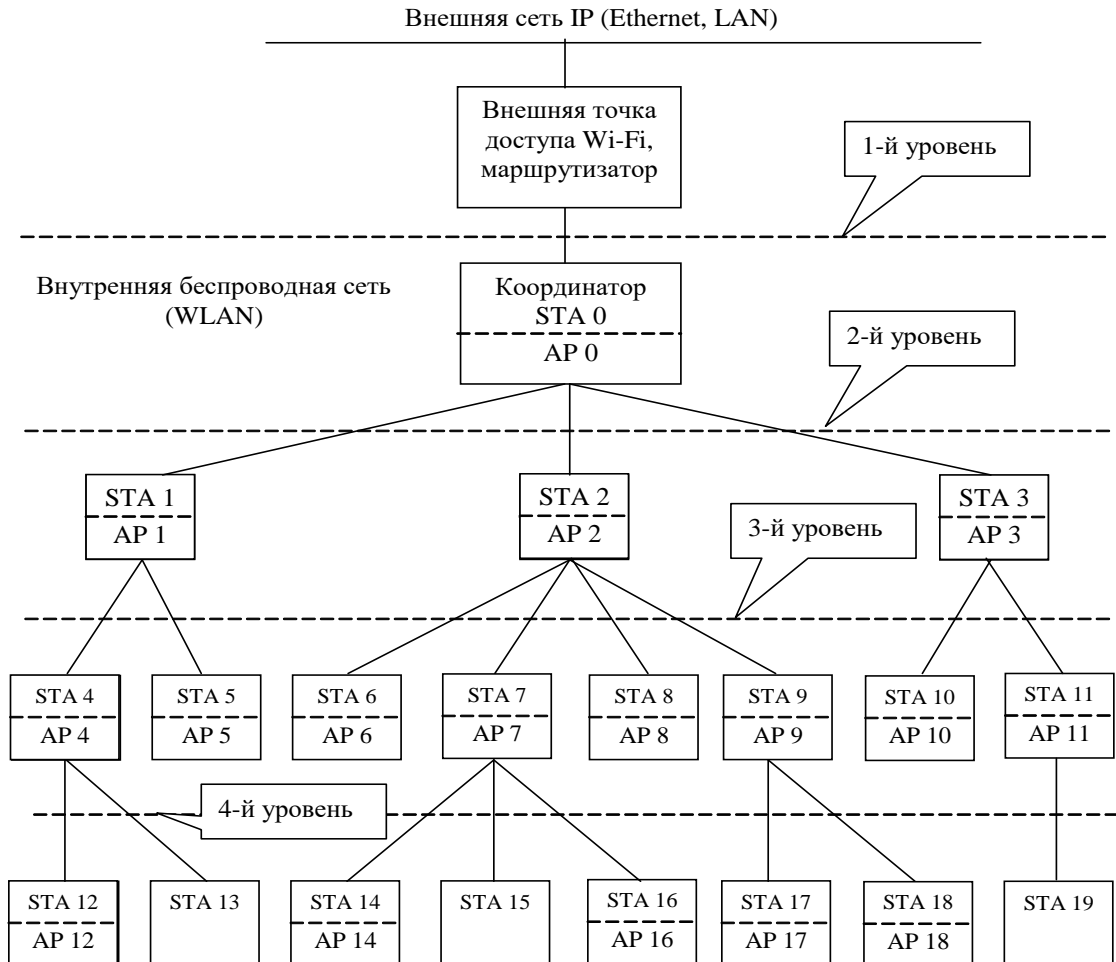

Рисунок 2 – Топология сети Wi-Fi-Mesh
2.6.3.4 Координатор в сети Wi-Fi-Mesh, как станция (STA 0 рисунок 2), является единственным интерфейсом между сетью Wi-Fi-Mesh и внешней сетью IP. Координатор подключается к внешней точке доступа (традиционному маршрутизатору Wi-Fi) и может поддерживать до шести внешних TCP/IP-соединений с разными удаленными компьютерами, как и в режиме традиционной сети Wi-Fi. В одной сети Wi-Fi-Mesh может быть только один координатор (корневой узел), который определяется своим уникальным идентификатором «Network ID», и его восходящее соединение может быть только с внешней точкой доступа (маршрутизатором).
2.6.3.5 Кроме того, координатор выполняет функцию внутренней точки доступа (AP 0 рисунок 2) в сети Wi-Fi-Mesh, и к нему могут подключаться промежуточные и конечные станции сети Wi-Fi-Mesh для выхода во внешнюю сеть (STA 1 – STA 3 рисунок 2).
2.6.3.6 Промежуточные станции могут подключаться к координатору либо напрямую (STA 1 – STA 3 рисунок 2), либо через ретрансляторы (STA 4 – STA 19 рисунок 2), в качестве которых могут выступать соседние промежуточные станции, находящиеся в зоне радиовидимости.
2.6.3.7 Концевые удаленные станции (STA 13, STA 15, STA 19 рисунок 2) могут подключаться к координатору либо напрямую, либо через промежуточные станции и не поддерживают функцию ретрансляции, т.е. к ним не могут быть подключены никакие станции.